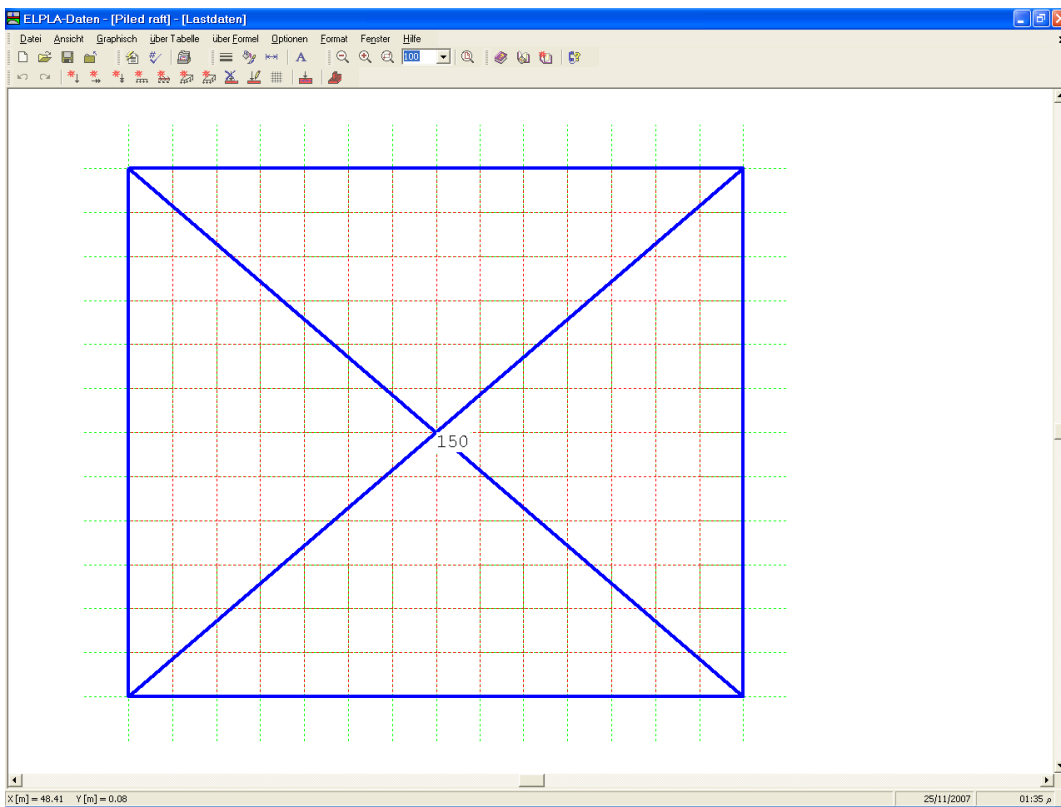

Bild 12-30 Die Flächenlast auf dem Bildschirm
Nach der Definition aller Lastdaten sollte der Bildschirm wie das folgende Bild 12-30 aussehen.
- Wählen Sie "Lastdaten speichern" aus dem "Datei"-Menü im Bild 12-30, um die Lastdaten zu speichern